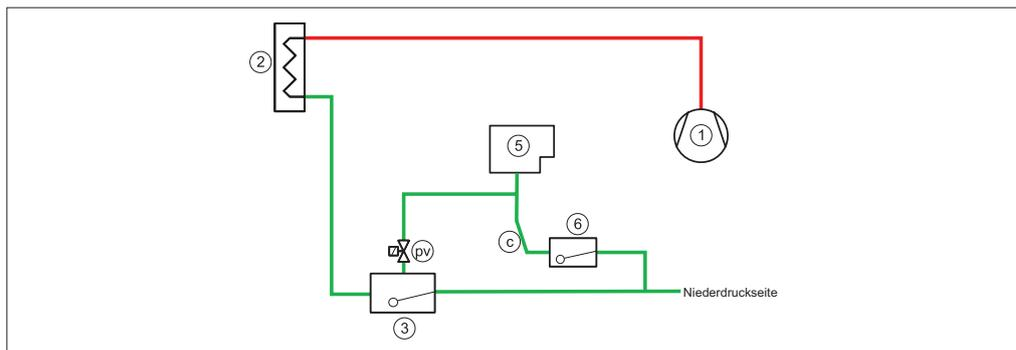

Abb. 8 Entlüfteranschlüsse (pv). Die Ablaufleitungen (c) müssen vertikal/mit Abwärtsgefälle verlegt sein
Bei Systemen mit flüssigkeitsstandsgesteuerter Hochdruckregelung sammelt sich die Luft im Schwimmerventil (3) (siehe Abb. 8).